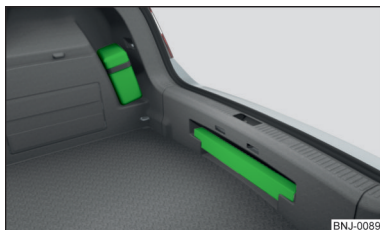
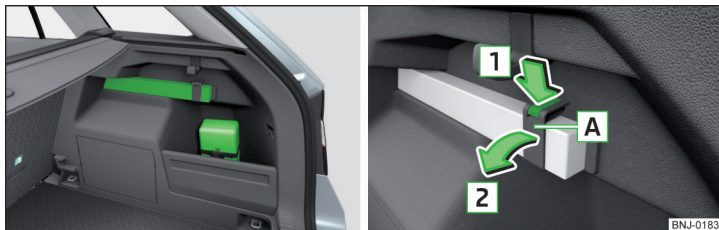

Abb. 255
Abb. 256 Platzierung des Verbandskastens und des Warndreiecks - Variante 2 / Warndreieck lösen
Der Verbandskasten kann mithilfe eines Spannbands an der rechten Seite des Gepäckraums befestigt werden » Abb. 255 bzw. » Abb. 256.
Das Warndreieck kann in die Aussparung unter der Ladekante eingeschoben werden » Abb. 255.
Das Warndreieck kann mithilfe eines Spannbands an der rechten Seite des Gepäckraums befestigt werden » Abb. 256.
- Zum **Lösen** die Verriegelung am Band in Pfeilrichtung **1** drücken und das Band **A** in Pfeilrichtung **2** aufklappen » Abb. 256.